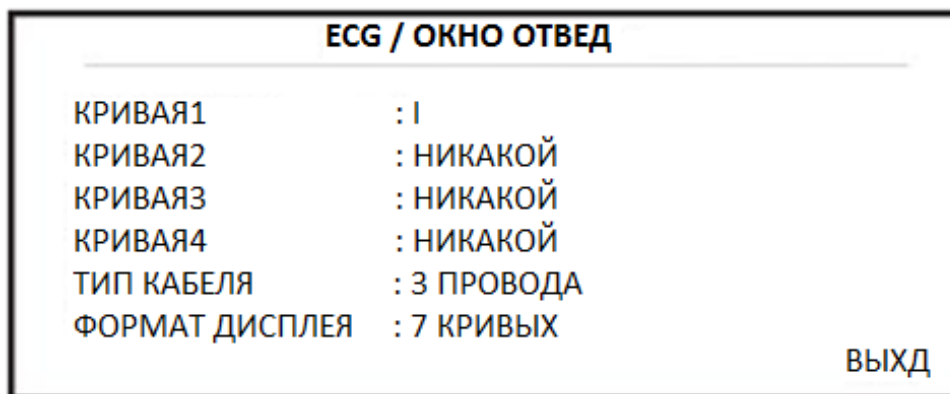

Рисунок 2.24 – Окно «ECG / ОКНО ОТВЕД»
2.5.1.3 При нажатии «ЭКГ ОТВЕД>>» появится следующее меню (Рисунок 2.24).